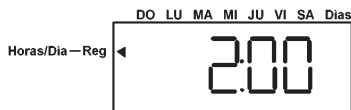

fig.13
- 2) Con los pulsadores $\downarrow \uparrow$ elegir la hora deseada para la regeneración (fig. 13).